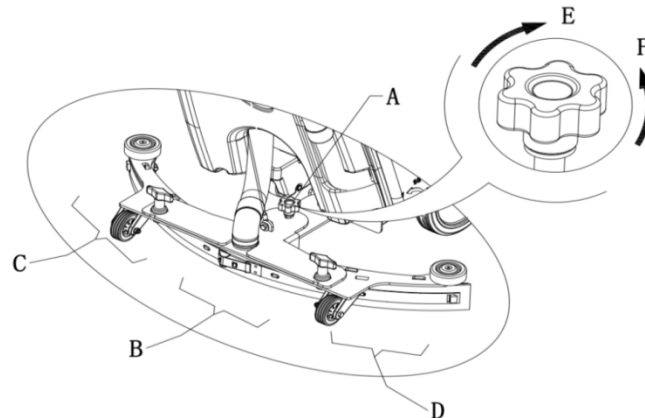

Abbildung 9
1. Installieren Sie die Rakel und schrauben Sie die Mutter (16) nach oben. Schließen Sie nun den Saugschlauch (11) an die Rakel.
2. Stellen Sie die Rakel über den Rakel-Einstellgriff (A, Abbildung 9) ein.
- Bei einer Lücke zwischen dem Boden und dem des Heckraketblatts (B) wird der Knopf (A) gegen den Uhrzeigersinn in Richtung (F) gestellt, bis das gesamte Heckraketblatt guten Bodenkontakt aufweist und das vordere Blatt den Boden leicht berührt.
- Bei einer Lücke zwischen dem Boden und beiden Blattenden (C und D) wird der Knopf (A) im Uhrzeigersinn in Richtung (E) gestellt, bis beide Heckraketblattenden guten Bodenkontakt aufweisen und das vordere Blatt den Boden leicht berührt.